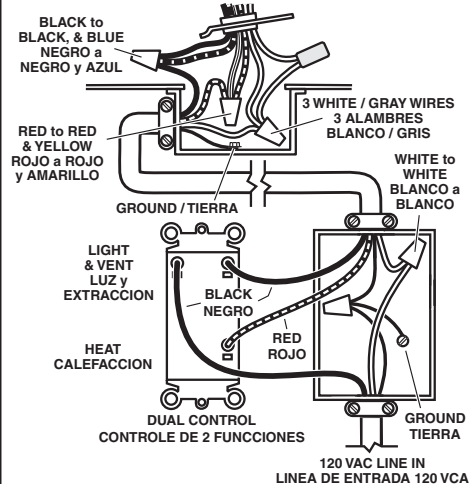

FIG. 7
1. Protect motor, bulb sockets and wiring from construction dust, drywall spray, paint, etc. by using the plaster shield. Cut it from the carton and follow directions printed on it. (Fig. 7)
1. Proteja el motor, enchufe de la bombilla y cableado contra el polvo de la construcción, rocíos de yeso, pintura, etc., usando el escudo de yeso. Córtele de la caja de cartón y siga las instrucciones que aparecen impresas en la misma. (Fig. 7)